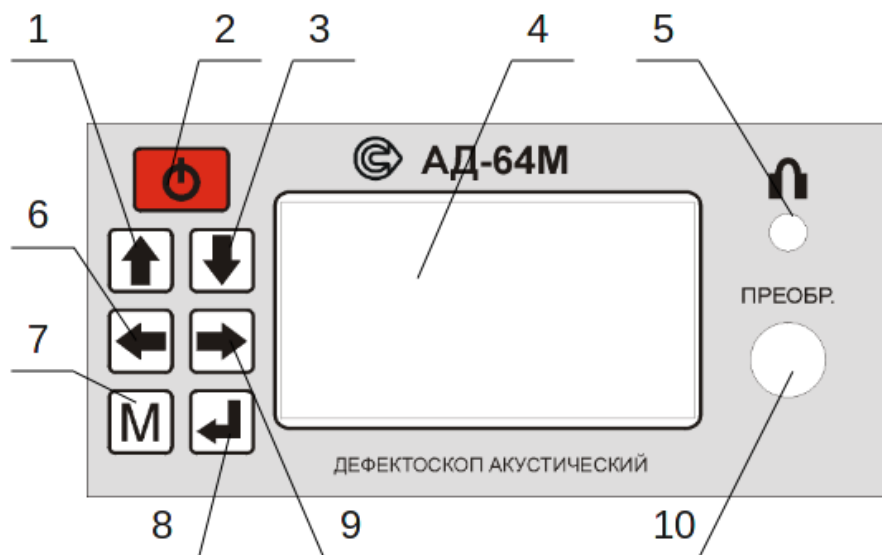

Рис.4.2 Лицевая панель дефектоскопа
4.3.1 Электронный блок дефектоскопа выполнен в пластмассовом корпусе. На лицевой панели (рис.4.2) показаны органы управления, индикации, разъёмы преобразователя и малогабаритного телефона.